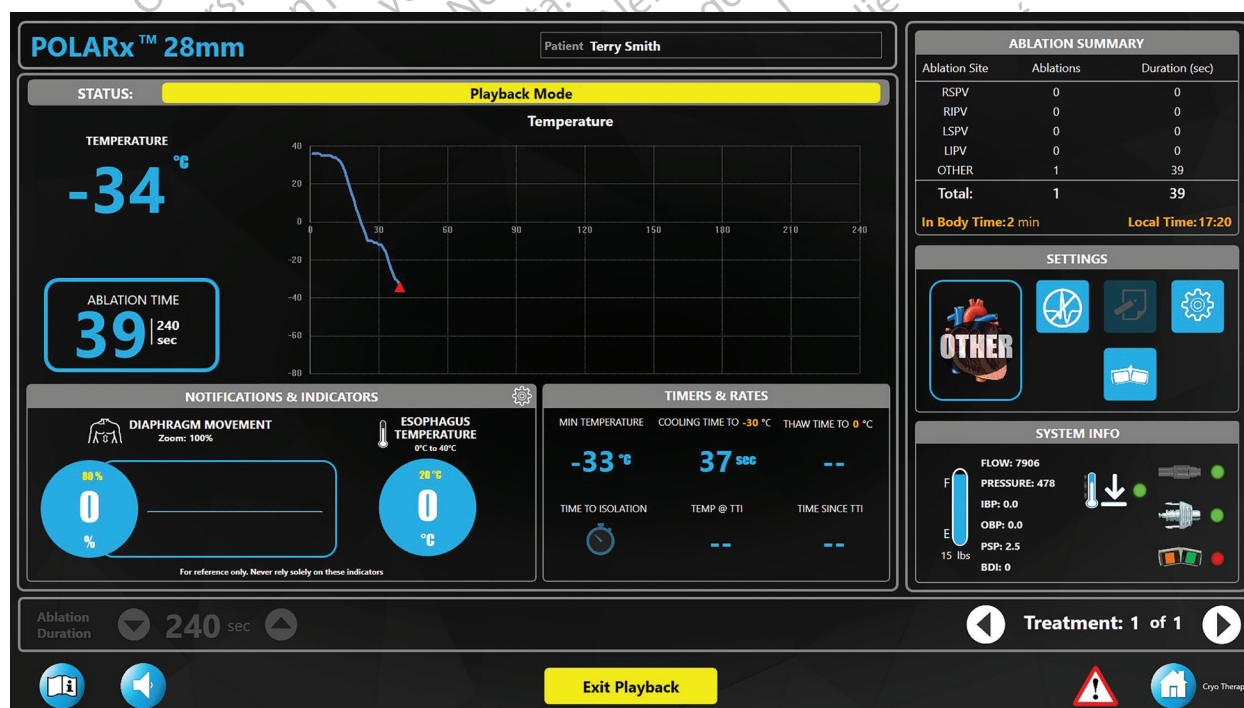

Figura 27. Modo de reproducción después de un error
10. Si se produjo un error durante una ablación, pulse el triángulo rojo en el gráfico de temperatura para mostrar el mensaje de error (consulte Figura 27).